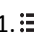

図 9-7 カスタム放射率の選択
4. カスタム放射率：矢印ボタンを使用して図 9-7 に示す[カスタム放射率]アイコン  にスクロールし  を押して編集を開始します。矢印ボタンを使用して任意の放射率値（0.01 から 0.99）を選択します。  を押してカスタム設定を確認するとメーターは[設定メニュー]に戻ります。